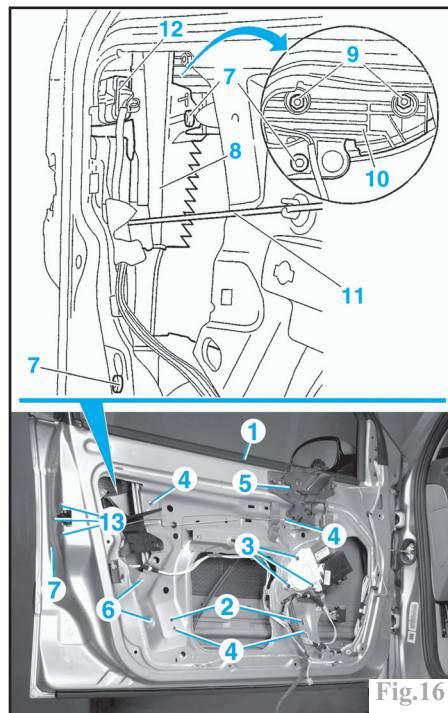

Fig.16
- le lèche-vitre intérieur (1) (Fig.16).
- Descendre la vitre afin de pouvoir accéder à ses clips de fixations (2) sur les rails de guidage, puis déposer ces derniers.
Déposer le module de porte (3) (Fig.16). Percer les rivets de fixation (4) du mécanisme lève-vitre à l'aide d'un forêt de diamètre 6 mm.
- la commande d'ouverture intérieure (5) (Fig.16).
- l'absorbeur de choc intérieur (6) (2 clips).
- les vis de fixation (7) de la protection anti-effraction.
- la protection anti-effraction (8).
- les écrous (9) de la poignée extérieure.
- l'étrier (10) de poignée extérieure.
- la tringle (11).
- le connecteur (12).
- les vis de fixation (13) puis la serrure.